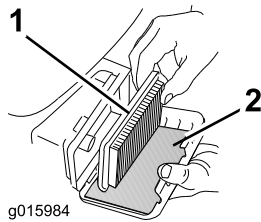

Bild 25
- Entfernen Sie den Papierfilter und den Schaumvorfilter (Bild 25).